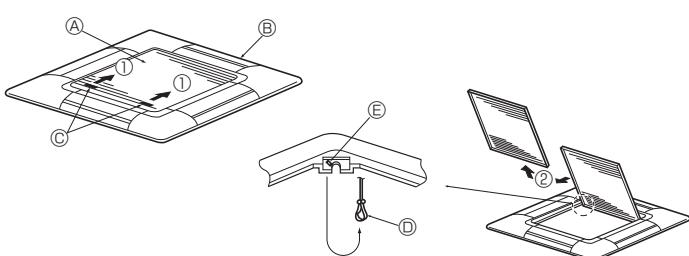

Fig. 8-3
8.2.1. Удаление воздухозаборной решетки (Fig. 8-3)
- Сдвиньте рычаги в направлении, обозначенном стрелкой ①, чтобы открыть воздухозаборную решетку.
- Пока воздухозаборная решетка находится в "открытом" положении, удалите стержень воздухозаборной решетки с вентиляционной решетки в направлении стрелки ②.